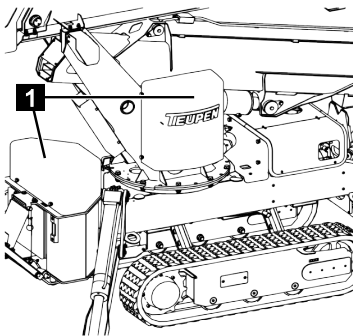

Fig. 133
3. Démontez les capots (Fig.133/1).